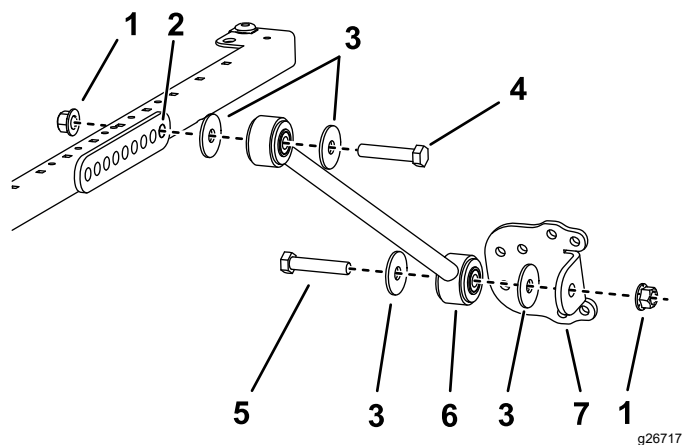

Figure 30
- Pour les modèles 03820, 03821, 30604, 30605, 30608 et 30609, fixez légèrement un raidisseur de chaque côté du cadre du pare-soleil dans le trou **arrière** du support de raidisseur à l'aide d'un boulon ($\frac{1}{2}$ " x $2\frac{1}{2}$ "), d'une rondelle ($\frac{1}{2}$ ") et d'un écrou à embase ($\frac{1}{2}$ "), comme montré à la Figure 30.
- Fixez légèrement un support à chaque renfort à l'aide d'un boulon (1/2" x 2 1/2"), d'une rondelle (1/2") et d'un écrou à embase (1/2"), comme montré à la Figure 30.